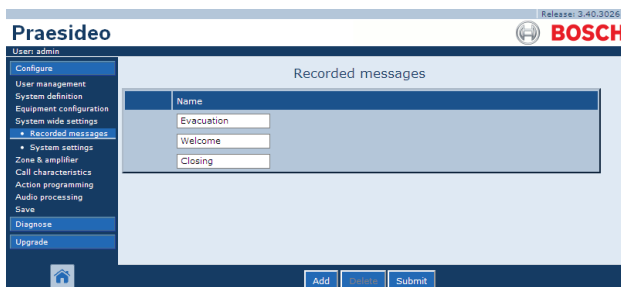

Abbildung 44.2: Anmelden von Durchsagen, Schritt 1
- 1 Gehen Sie zu *Configure > System wide settings > Recorded messages*. Im Main Frame der webbasierten Benutzeroberfläche wird ein Bildschirm angezeigt, der dem in Abbildung 44.2 gleicht.